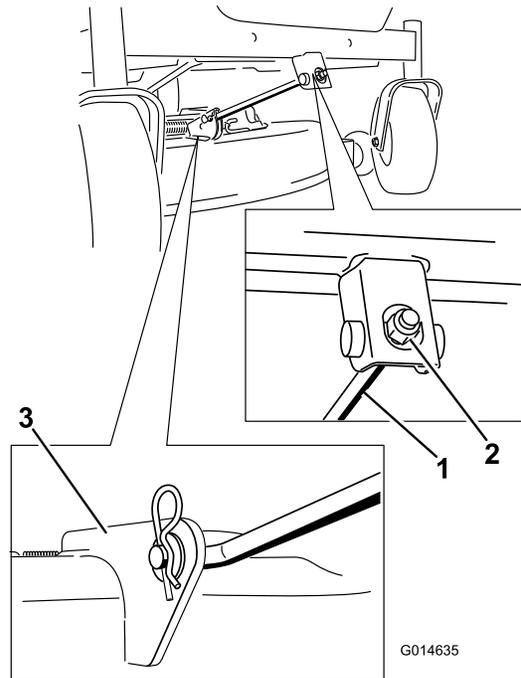

Figura 60
4. Retire la chaveta de la varilla de sujeción delantera y retire la varilla del soporte de la carcasa (Figura 60).